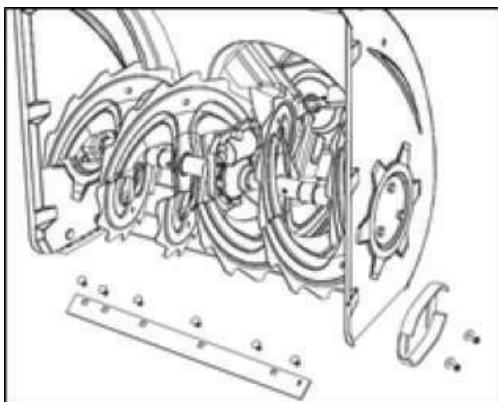

Рис. 23
1. Снимите четыре болта каретки и шестигранные фланцевые гайки, которыми они крепятся к снегоуборщику. См. рисунок 23.
2. Соберите новые положья с помощью четырех кареточных болтов (по два с каждой стороны) и шестигранных фланцевых гаек. См. рисунок 23.